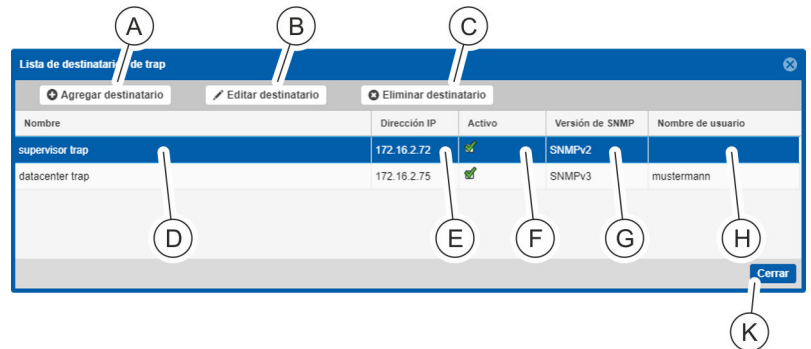

Fig. 140: Ventana "Lista de destinatarios de trap"
- ⇒ Se abre la ventana "Lista de destinatarios de trap" (Fig. 140).
3. ➔ Cree un destinatario de trap con el botón "Agregar destinatario" (Fig. 140/Ⓐ).
i Se pueden definir destinatarios de trap con el protocolo SNMPv1/SNMPv2 o bien con el protocolo SNMPv3 (Fig. 140).
4. ➔ Tras configurar los destinatarios de trap, cierre la ventana con el botón "Cerrar" (Fig. 140/Ⓚ).